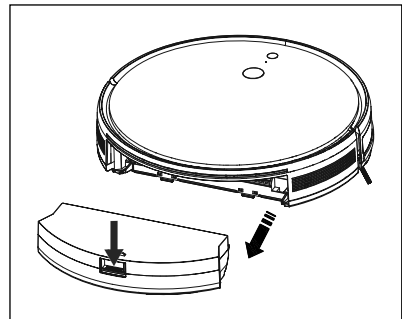

Fig. 7
- No enjuague el filtro EPA ⑦ con agua. De lo contrario, el filtro EPA ⑦ podría dañarse.
- 1) Pulse el botón de desencastre ⑮ del depósito de polvo ⑮ y retírelo del aparato (consulte la fig. 7).